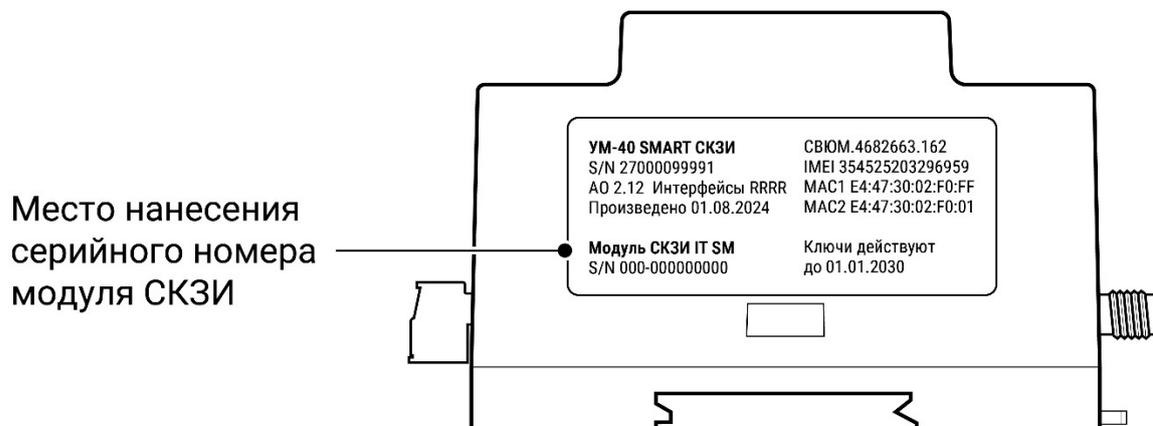

Рисунок 4 – Боковая сторона УМ
Также для маркировки используется наклейка, расположенная на боковой стороне корпуса (см. рисунок 4) содержащая следующую информацию:
- 2) установить УМ и блок питания на DIN-рейке, совместив пазы на задней крышке с DIN-рейкой (см. рисунок 4);